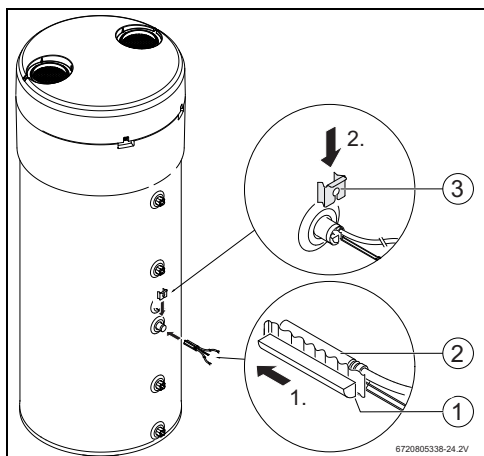

Fig. 11
- ▶ Montar o conjunto de fixação [1], o sensor NTC do acessório [2] e posicionar o conjunto de acordo com a Fig. 11.